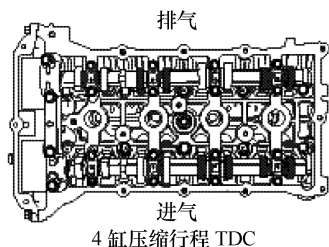

图 8-29 设置 4 缸于压缩行程 TDC 位置，并测量相应的气门间隙
3) 只检查如图 8-29 所示的气门。在 4 缸压缩行程 TDC 位置测量气门间隙。